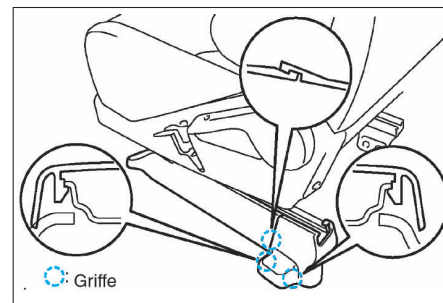

FIG. 14
- Dégager les trois griffes et déposer le cache de support de rail côté gauche du siège conducteur à l'aide d'un tournevis fin (fig. 14).